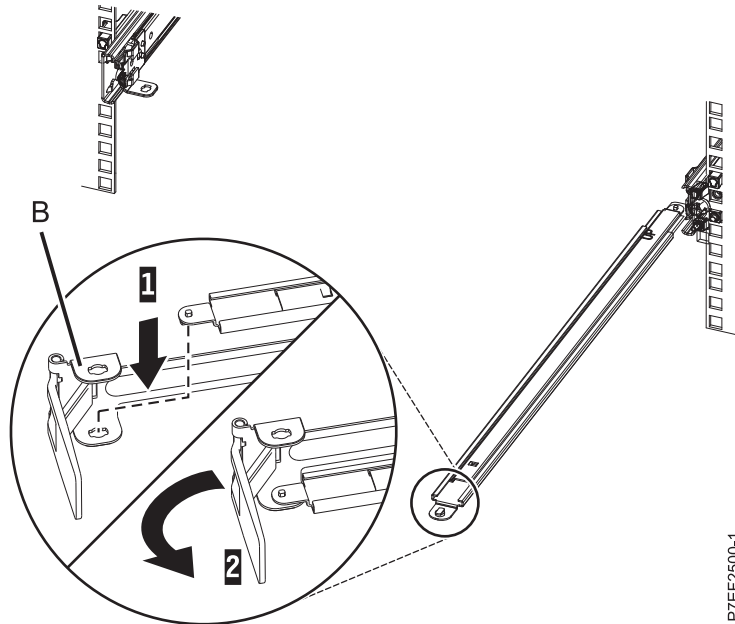

Figura 11. Fijación de la abrazadera de tope de portacables al brazo de soporte
- Localice el orificio de la esquina inferior interna de la abrazadera de tope de portacables en forma de L (**B**). Coloque el extremo que queda libre del brazo de soporte de modo que la lengüeta de bloqueo de la parte inferior de la punta quede alineada con el orificio de la abrazadera. Inserte la pestaña en el orificio (**1**) y haga girar la abrazadera (**2**) para fijarla al brazo de soporte. Para obtener detalles, consulte la Figura 11.